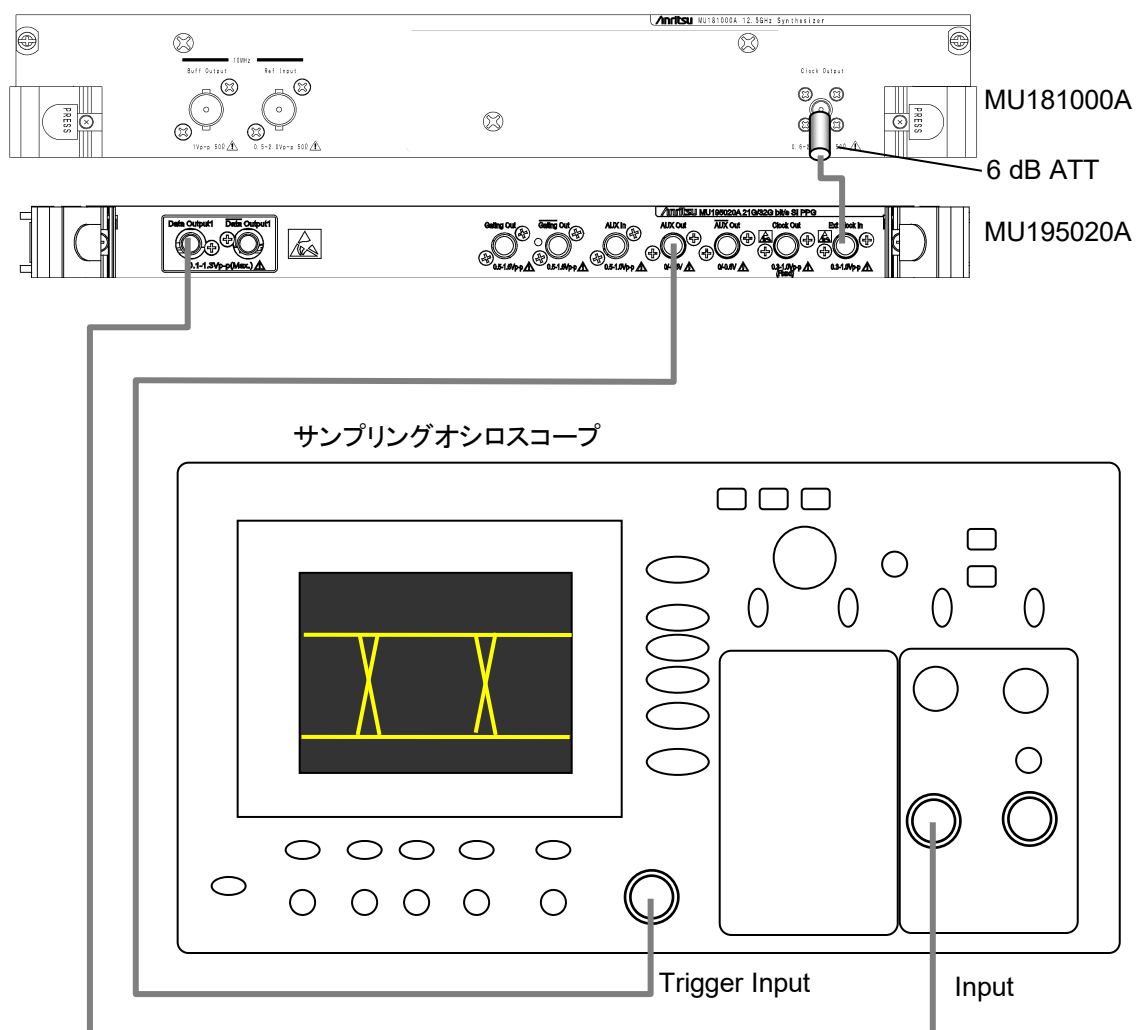

図8.3.2-1 波形試験の接続図
6. 図8.3.2-1に従って、測定器のケーブルを接続します。